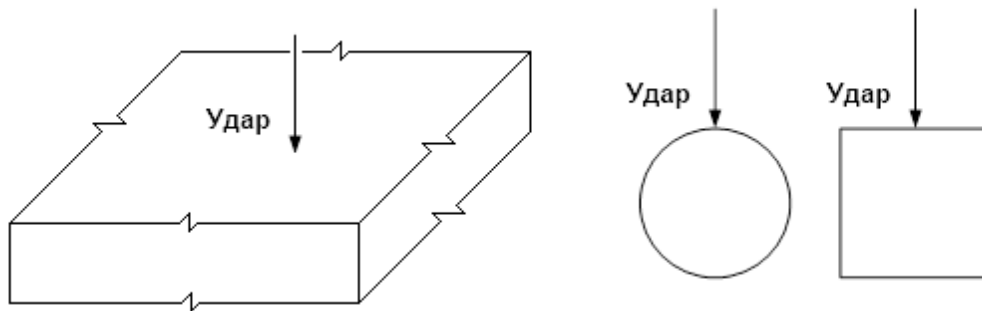

Рисунок 12 – Испытание на эхо-воздействие условно неограниченной плиты, объекта круглого или квадратного сечения
- строка выбора геометрии сечения исследуемого объекта: цилиндр, квадрат (рис. 12), плита /асфальт или объект, имеющий контрольный образец с известной толщиной (при этом каждой выбранной форме сечения соответствует свой коэффициент формы  $\beta$ , используемый приложением при вычислениях);